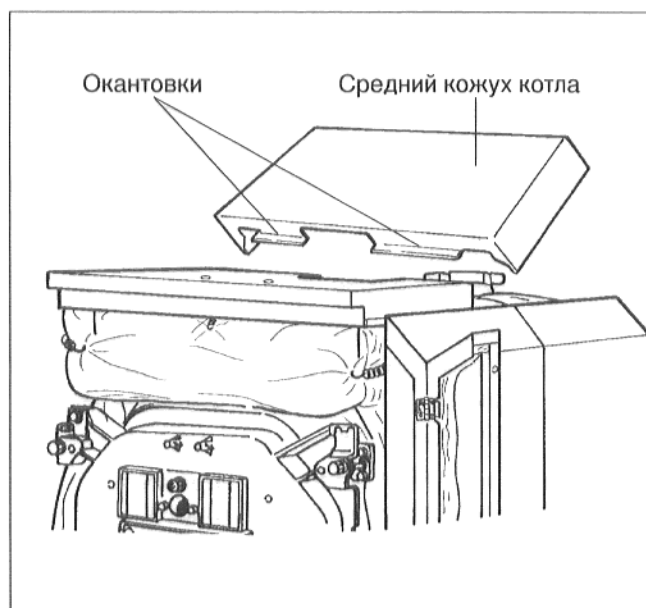

Рис. 40
- Вставить средний кожух котла окантовками (рис. 40) под передний кожух котла и вложить в выгнутый желобок боковых стенок.